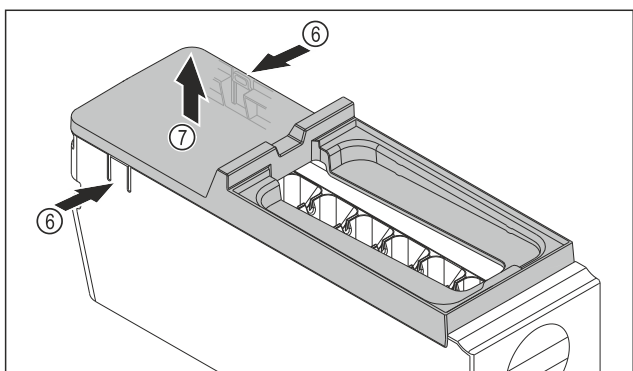

Fig. 90
- ▶ Vyjmutí krytu korpusu EasyTwist-Ice: Lamely Fig. 90 (6) na obou stranách korpusu EasyTwist-Ice stlačte jednou rukou.
- ▶ Kryt Fig. 90 (7) vyjměte druhou rukou nahoru.